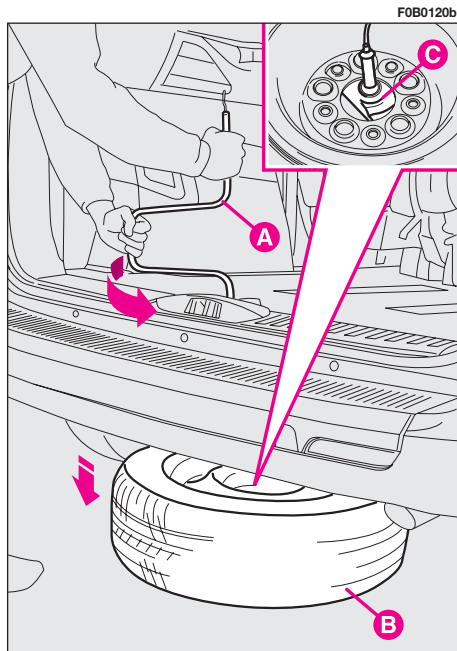

fig. 5
9) A l'aide de la manivelle **A**-fig. 5 dévisser le boulon jusqu'à la descente complète de la roue de secours **B**.